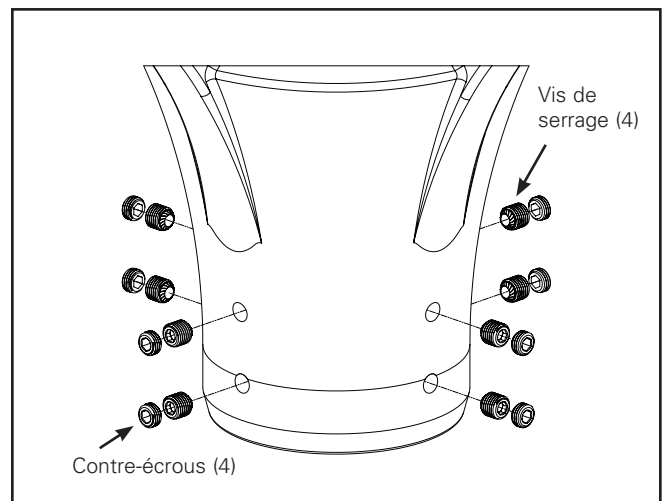

Figure 5.
- 6b. Installez huit vis de serrage de 3/8 24 x 0,375 po et serrez-les jusqu'à 18 Nm (160 po-lb). (Figure 5)
- 7b. Installez huit contre-écrous de 3/8 24 x 3185 po et serrez-les jusqu'à 11.3 Nm (100 po-lb). (Figure 5)